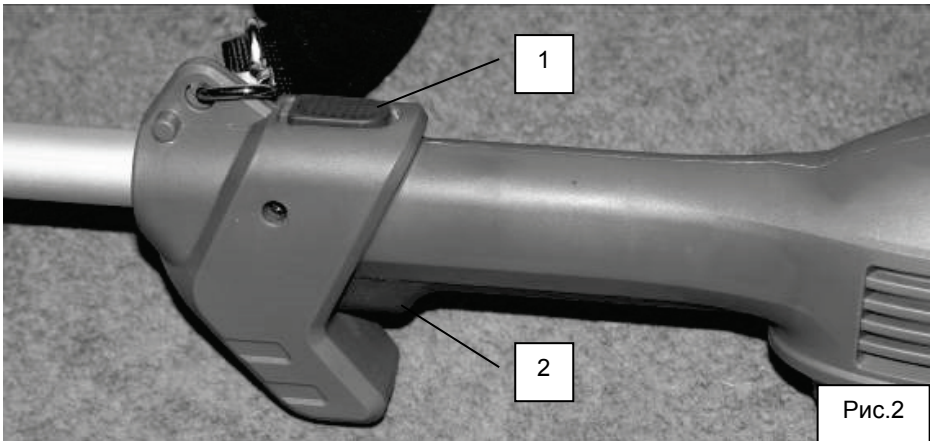

Рис.2
- Для включения инструмента нажмите предохранительную кнопку (1, Рис.2), затем нажмите на курок выключателя (2, Рис.2) и держите курок в нажатом состоянии, отпустив предохранительную кнопку.
- Для выключения инструмента отпустите курок (2, Рис.2).